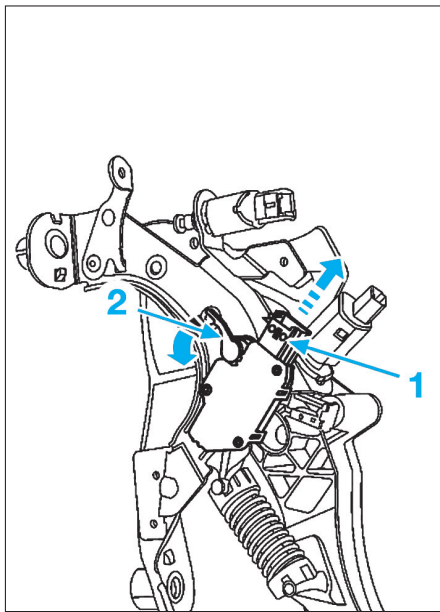

FIG. 12
- la partie reliée à la pédale en tirant sur le verrou (1) (Fig.12),
- le corps du capteur en agissant sur le verrou (2).